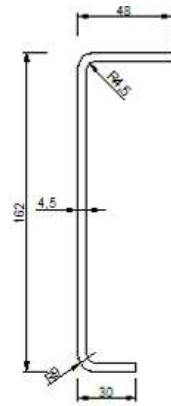

Figura 3.5 - Secção do elemento BSR
- Perfil lateral inferior - BSR (Bottom Side Rail) Cada perfil lateral inferior (Figura 3.5) é constituído por aço enformado a frio. O banzo inferior encontra-se virado para fora para permitir uma fácil reparação e evitar a corrosão. São soldadas duas placas de reforço nas extremidades de cada perfil.